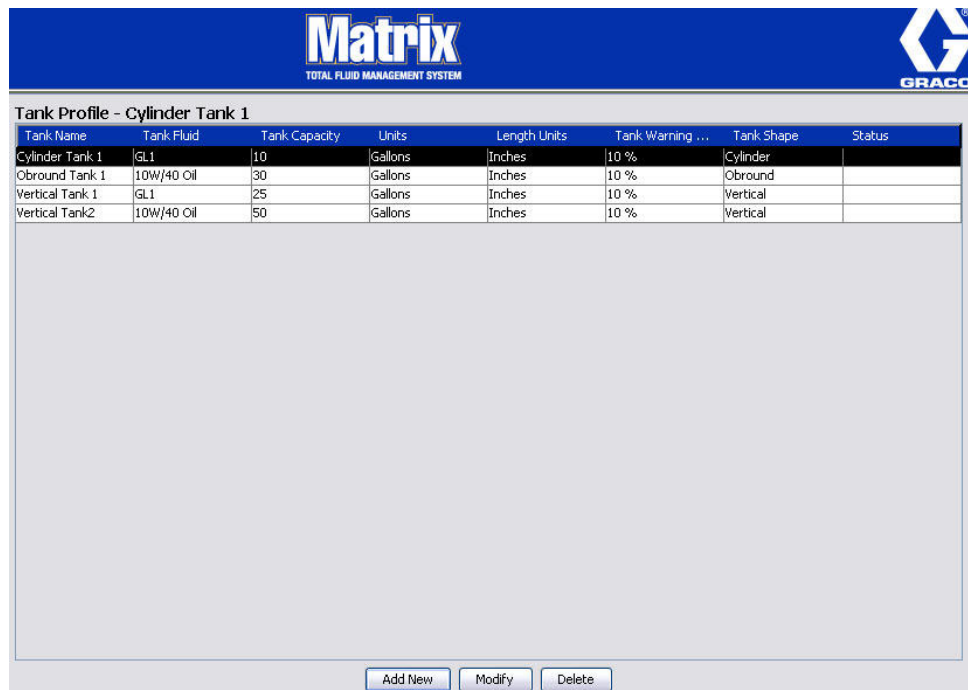

FIG. 104
- Klik op de knop Wijzigen, zoals in FIG. 104 om het scherm Tanks bewerken weer te geven. Wanneer u de wijzigingen hebt aangebracht, klikt u op OK om het scherm te sluiten en de wijzigingen op te slaan.
- Om een tank permanent te verwijderen uit de lijst, markeert u in het hoofdscherm voor tanks het item dat u wenst te verwijderen. Klik vervolgens op Verwijderen (FIG. 104).